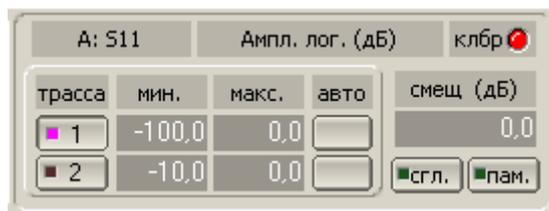

Рисунок 11.1. Панель управления КИН.
11.1 Две идентичные панели управления КИН (рисунок 11.1.) служат для выбора параметров каналов индикации. В каждом канале индикации можно выбрать вид измеряемого S – параметра, используемый вход ИККП, формат индикации, масштаб и другие параметры.